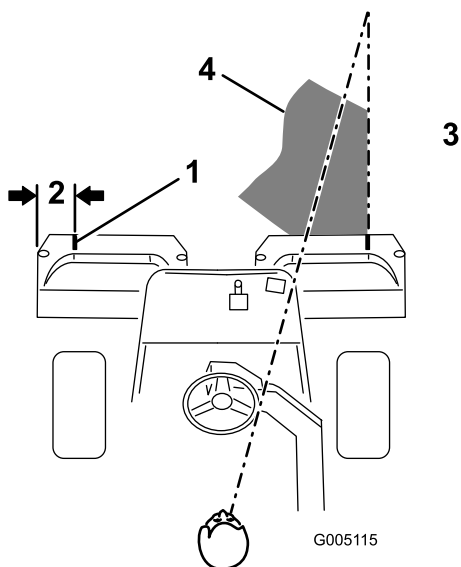

Figura 10
2. Coloque uma fita branca ou pinte um tira em cada um dos cestos, paralelamente à extremidade exterior de cada cesto (Figura 10).